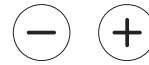

Abbildung 5.2
3. Wählen Sie **LANGSAM KOCHEN** und drücken Sie die Tasten - oder +, um bei Bedarf die Zeit einzustellen. **[Abbildung 5.2]**